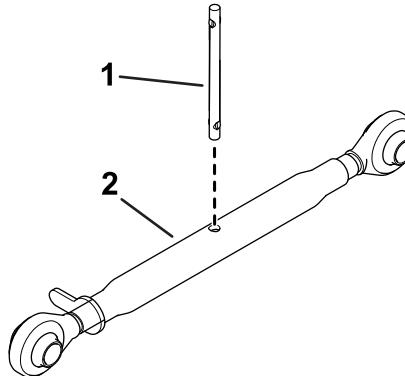

Figura 6
1. Instale a barra na articulação superior (Figura 6).